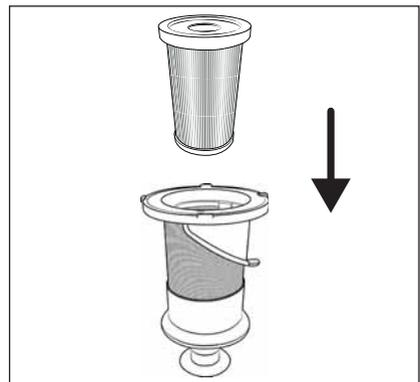

Fig. 22
- ▶ Ne tournez pas le filtre en acier inoxydable ⑥ lorsque vous l'insérez dans le bac à poussière ⑦. Aidez-vous des deux repères placés sur le filtre en acier inoxydable ⑥ et sur le bac à poussière ⑦ pour insérer correctement le filtre en acier inoxydable ⑥.
- 7) Insérez le filtre HEPA ⑤ dans le filtre en acier inoxydable ⑥ (voir fig. 22).